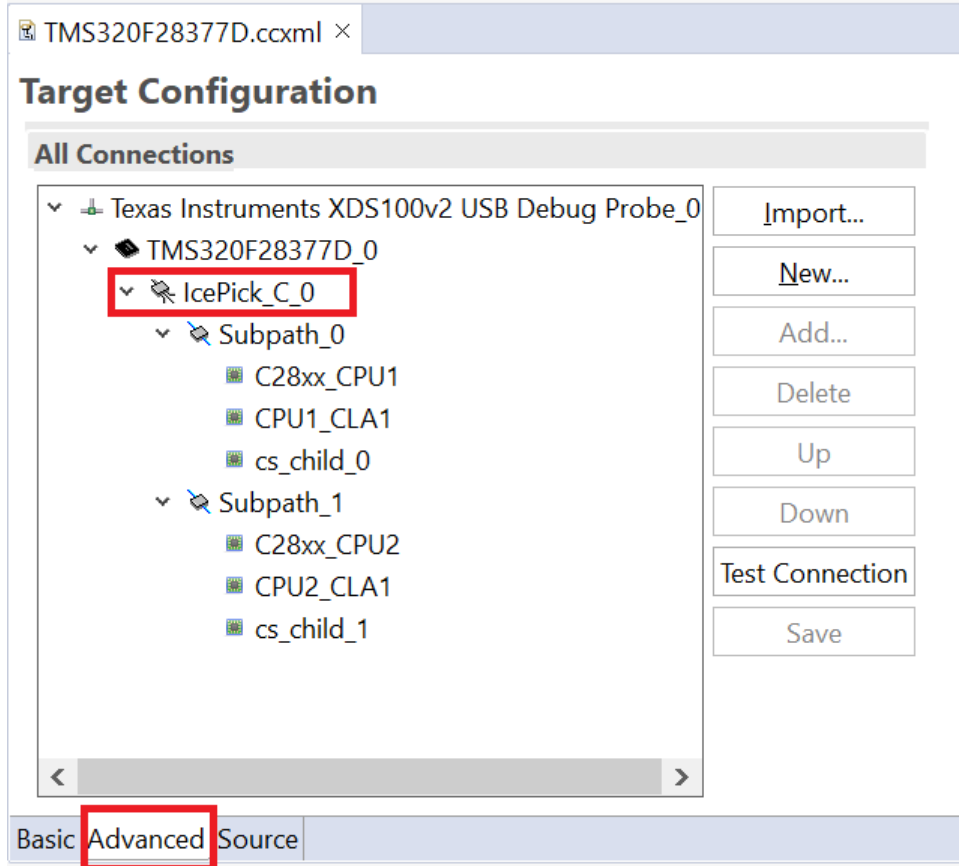

図 5-1. ターゲット構成の詳細ビュー
JTAG 規格では単一の JTAG デバッグ プロブで複数のデバイスとデジタイズ チェーン接続を行うことができます。実際には、さまざまな制約によって、チェーン内で接続できるターゲット デバイスの数が制限されます。XDS クラスのデバッガはすべて、返されたビットの検出を予期する前にデバッグ プロブが循環できる、命令レジスタ (IR) ビットの数が制限されています。多くの古い C2000 デバイスではデバイスごとに 38 の IR ビットを循環する必要がありますが、ICEPick JTAG ルート コントローラのおかげで、すべての新しいデバイスでは 6 つの IR ビットの循環で十分です。このアプリケーション ノート執筆時点では、以下のデバイスに ICEPick が搭載されています: F2807x、F28M3x、F2837xD、F2837xS、F28004x、F2838x、F28002x、F28003x、F280013x、F280015x、F28P65x、F28p55x。デバイスに ICEPick が存在するかどうかを確認するには、図 5-1 に示すように、Code Composer Studio を使用してターゲット構成の *Advanced* (詳細) タブを確認します。